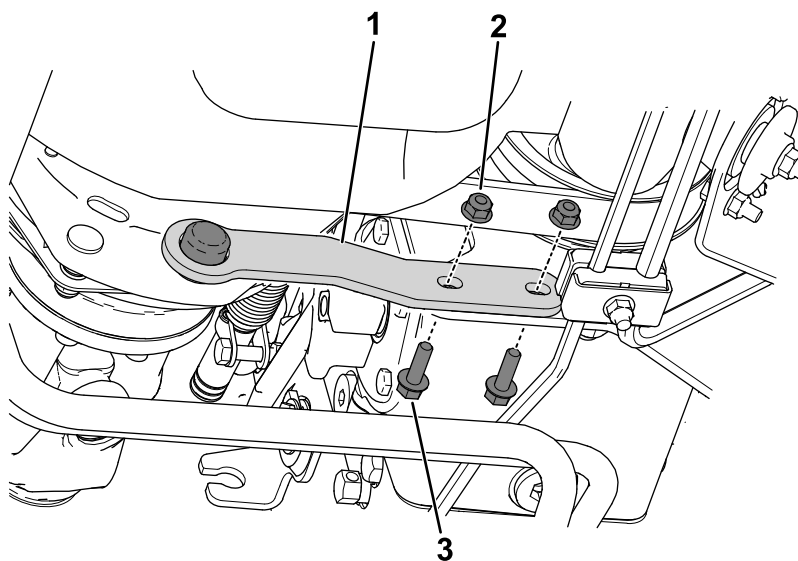

**Figura 2**
1. Utilice una tuerca para sujetar el amortiguador al embrague (Figura 2).